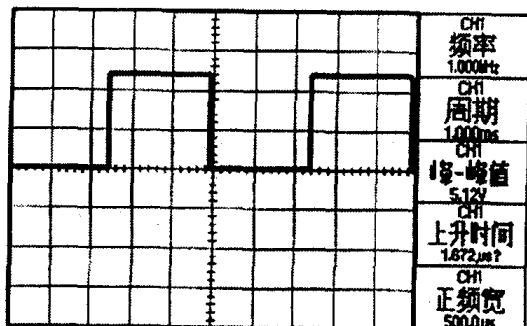

图 1-8 屏幕显示测量波形信息
- (5) 按下类型选项按钮，选择周期。值读数将显示测量结果及更新信息。
- (6) 按下返回选项按钮。
- (7) 按下中间的选项按钮，显示“测量 3 菜单”。
- (8) 按下类型选项按钮，选择峰—峰值。值读数将显示测量结果及更新信息。
- (9) 按下返回选项按钮。
- (10) 按下底部倒数第二个选项按钮，显示“测量 4 菜单”。
- (11) 按下类型选项按钮，选择上升时间。值读数将显示测量结果及更新信息。
- (12) 按下返回选项按钮。
- (13) 按下底部的选项按钮，显示“测量 5 菜单”。
(14) 按下类型选项按钮，选择正频宽。值读数将显示测量结果及更新信息。
(15) 按下返回选项按钮。测量方波结果见图 1-8 右侧信息的 5 项提示。